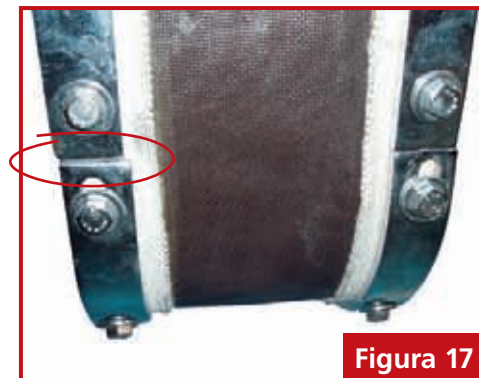

Figura 17
- Cuidado especial deve ser tomado com as barras de aperto do fole compensador de modo que seus terminais não se sobreponham e nem fiquem demasiadamente afastados (**Figura 17**).